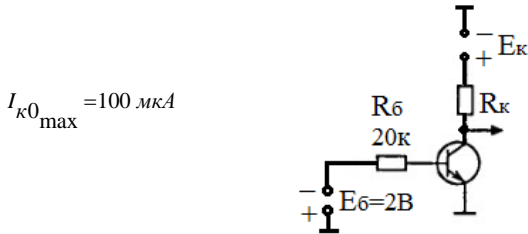

Рис.2.4
4. Проверить наличие режима отсечки (рис.2.4)